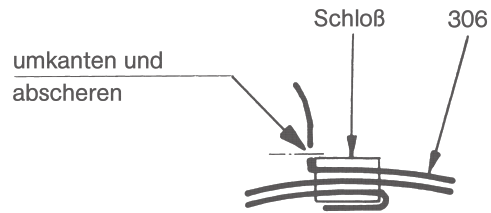

Bild 12: Umkanten und Abscheren der Gelenkschelle.
- Bei Verwendung des Spannwerkzeuges PoK-It II Gelenkschelle (306) nach dem Spannen am Gelenkschellenschloß durch Schwenken des Spannwerkzeuges so umkanten, daß die Schelle nicht durch das Schloß zurückrutschen kann. Nach dem Umkanten am Gelenkschellenschloß ist die Gelenkschelle mit einer Bleischere abzuschneiden und die Schnittkanten sind zu entgraten (siehe Bild 12).
ACHTUNG Prüfen, ob die Gelenkschelle so umgeklappt ist, daß sie nicht durch das Gelenkschellenschloß zurückrutschen kann (siehe Bild 12). Wurde dies nicht erreicht, so ist die Gelenkschelle zu entfernen und durch eine neue zu ersetzen.